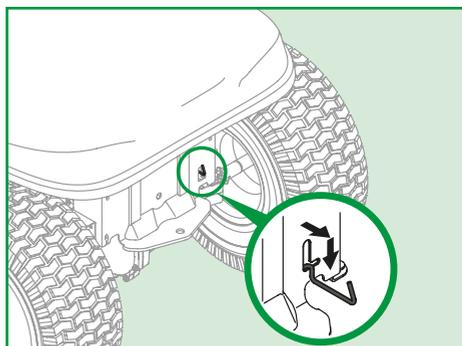

Figura 16
1. Localice el asta del sistema hidrostático que se encuentra en la parte trasera del tractor, conforme la Figura 16;